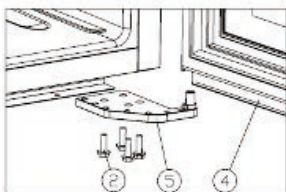

Figura 2
- Desaperte os 16 parafusos M5*②, desmonte a dobradiça inferior direita ⑤. [Figura 2]